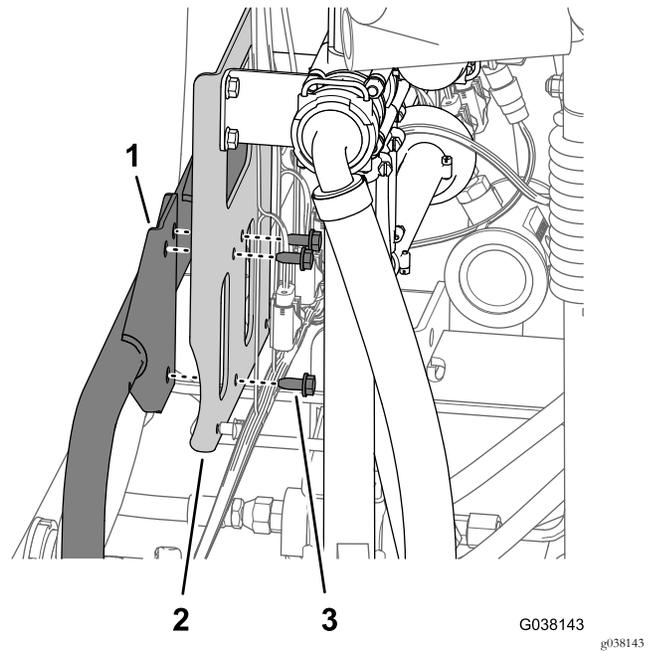

Bild 26
1. Stützen Sie die Halterung für das Rührwerk-, Dosierungs- und Hauptsprühventil ab und entfernen Sie die drei Bundkopfschrauben (5/16" x 3/4"), mit denen die Ventilhalterung an der Befestigung befestigt ist (Bild 26).